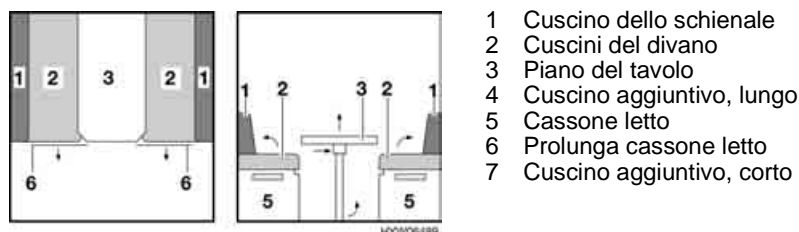

Fig. 97 Prima della trasformazione
- Sollevare leggermente il piano del tavolo (Fig. 97,3) in avanti.
- Sistemare i due cuscini del divano (Fig. 97,2).
- Riporre il cuscino destro dello schienale (Fig. 97,1).